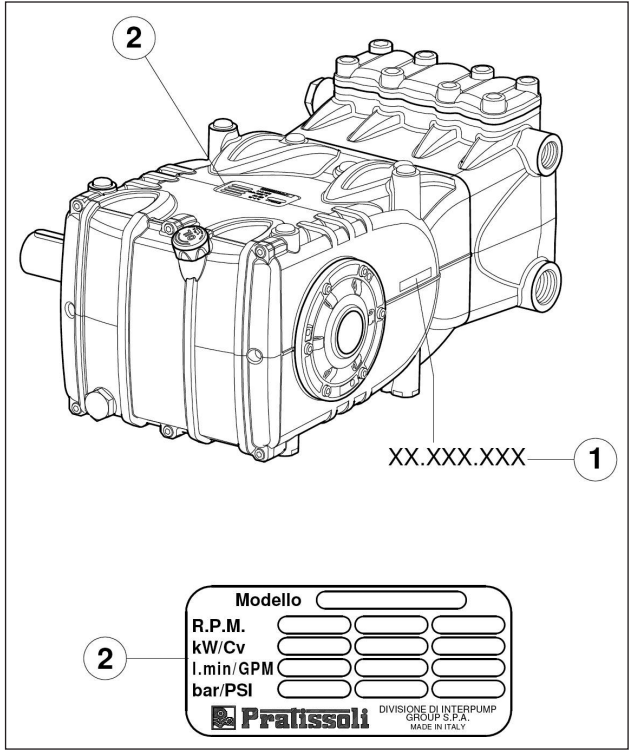

图 1
每个泵都有自己的序列号XX.XXX.XXX（见 ①）和标识牌（见图 1的 ②），上面标示：